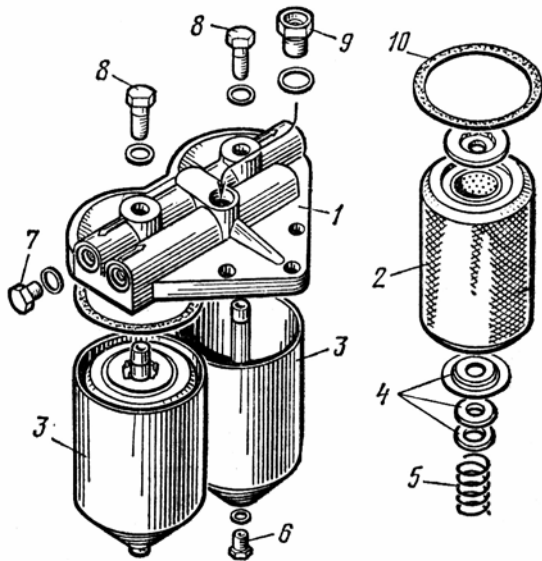

Рис. 4.3. Топливный фильтр тонкой очистки (детали):
8. Изучите фильтр тонкой очистки (рис. 4.3). Изучите по плакату путь топлива через фильтр.